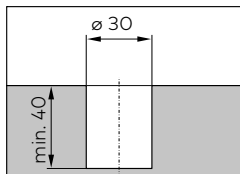

Abb. 1 Bohrung für den Kunststoffeinsatz
4. Bohrung $\varnothing 30$ mm und min. 40 mm tief bohren (Abb. 1).
- Drill a diameter of 30 mm and depth of at least 40 mm (Fig. 1).